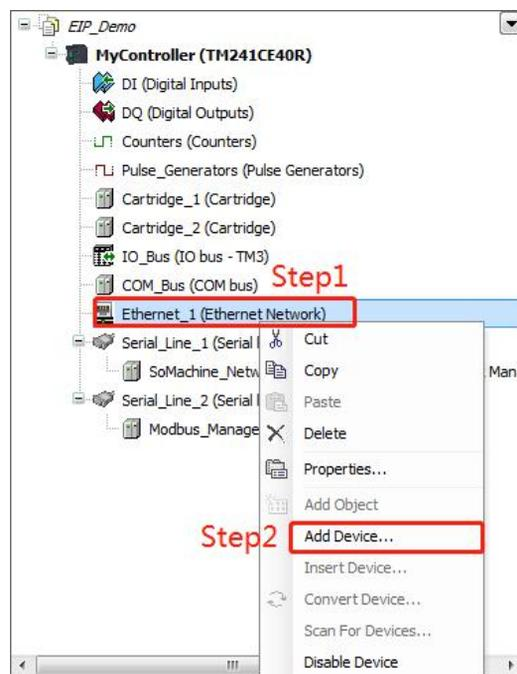

图 5-3-8
- 如图 5-3-8 在 Ethernet 上右键点击添加设备。